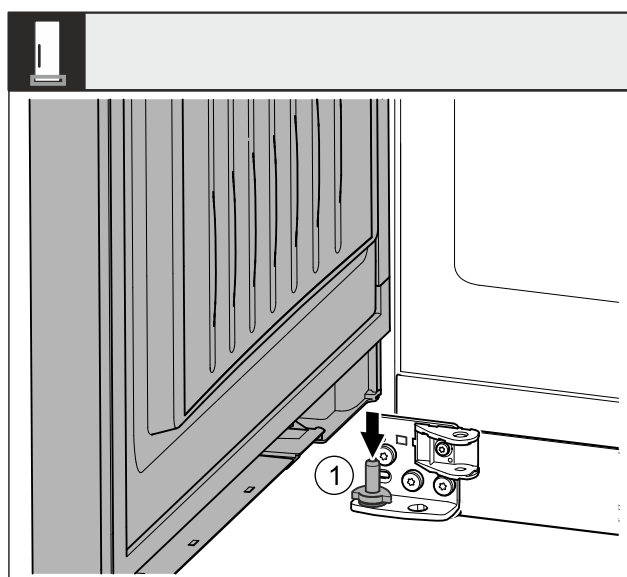

Fig. 42 *
- Påsæt døren oppefra på den nederste lejebolt Fig. 42 (1).*